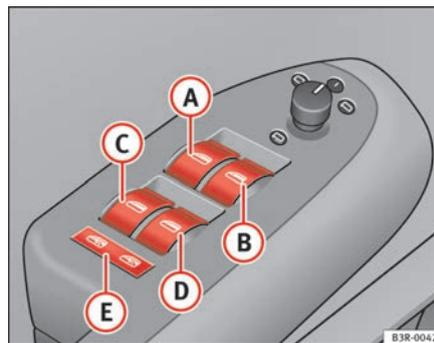

Fig. 78 Détail de la porte du conducteur :
- (A)** Commande ⇒ fig. 78 de la glace de la porte du conducteur.
- (B)** Commande de la glace de la porte du passager avant.
Avec le commutateur de sécurité ⇒ page 110, fig. 78  vous pouvez désactiver les commandes de lève-glaces situées sur les portes arrière. Il n'est possible d'ouvrir ou de fermer les glaces à partir des places arrière que si le commutateur est enfoncé.